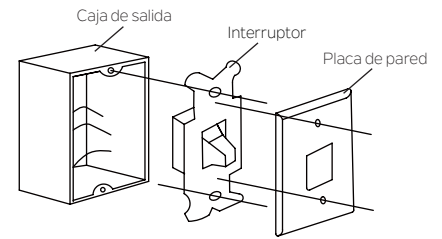

Figura 4
Paso 6. Retirar el interruptor de pared existente: (Figura 4)
Retire la placa de pared existente y el interruptor existente de la caja de salida de pared y desconecte los cables. **(Figura 4)**